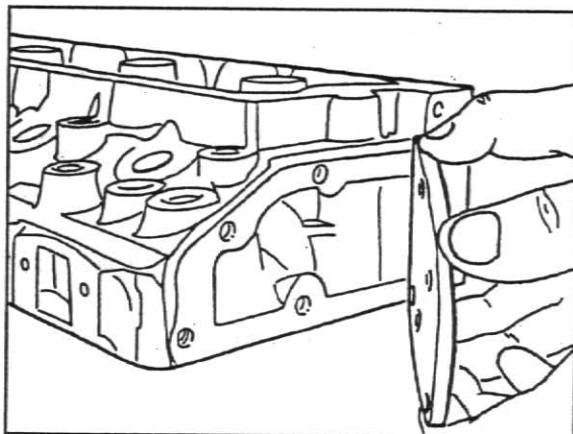

Fig.20
1. Após a desmontagem completa do cabeçote, remova sua alça de levantamento e tampa traseira, fig.20.